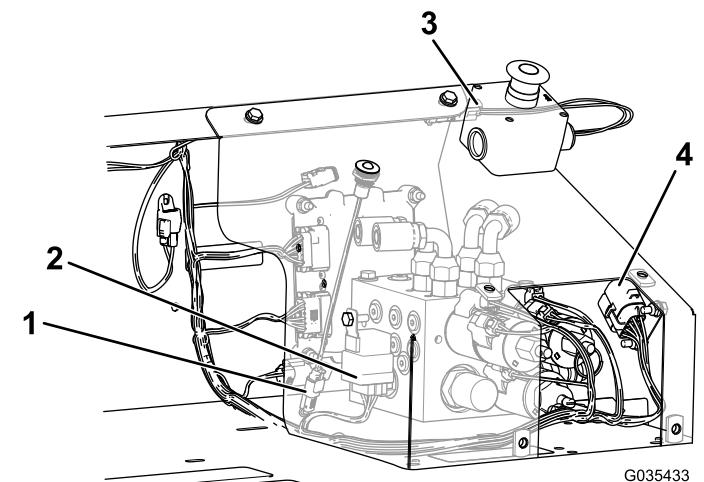

図 19
10. ワイヤーハーネスのEストップ用コネクタ、リレーのコネクタ、診断ライトのコネクタ、ヒューズブロックを、図 19に示すようにそれぞれのアダプタに接続する。